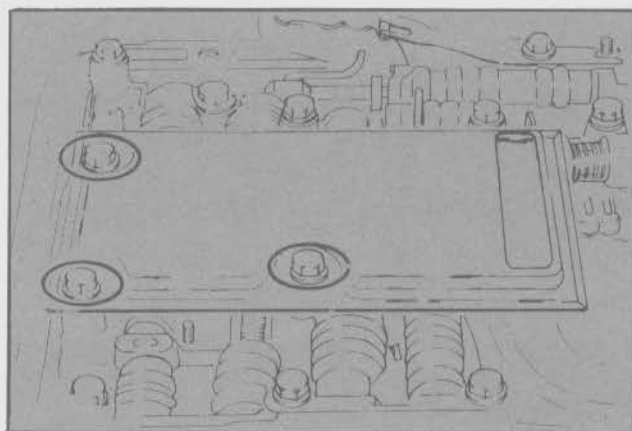

Fig. 123 - Montaje del filtro de aceite
- Instalar el filtro de aceite con una nueva junta (Fig. 123).